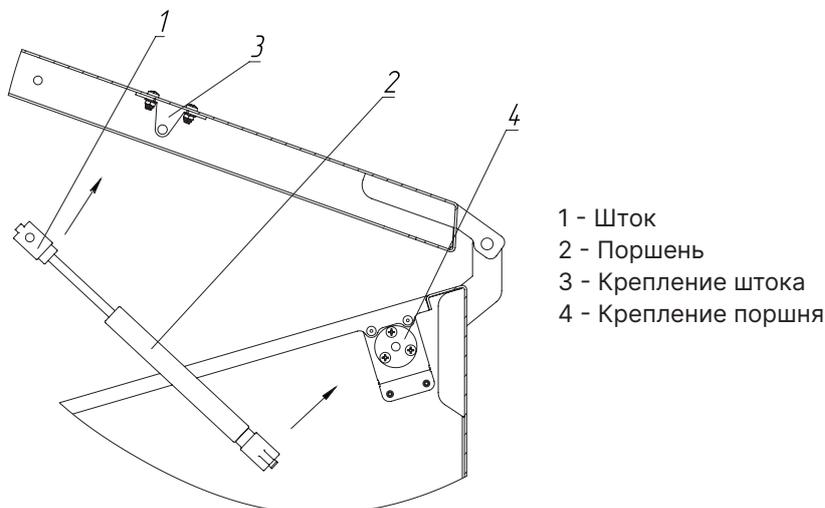

Рис.14 Установка газлифтов на топливный бункер
3. Защелкните поршень (Рис.14, поз.2) в крепление поршня (Рис.14, поз.4) на боковой стенке бункера. Убедитесь в надежной фиксации;
4. Защелкните шток (Рис.14, поз.1) в крепление штока (Рис.14, поз.3) на крышке бункера. Убедитесь в надежной фиксации;